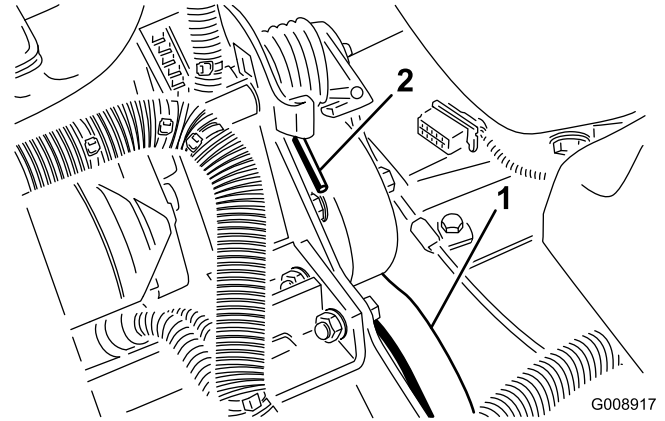

図 53
2. スプリングの端を前側に押し下げてブラケットから外し、スプリングのテンションをなくす（図 53）。